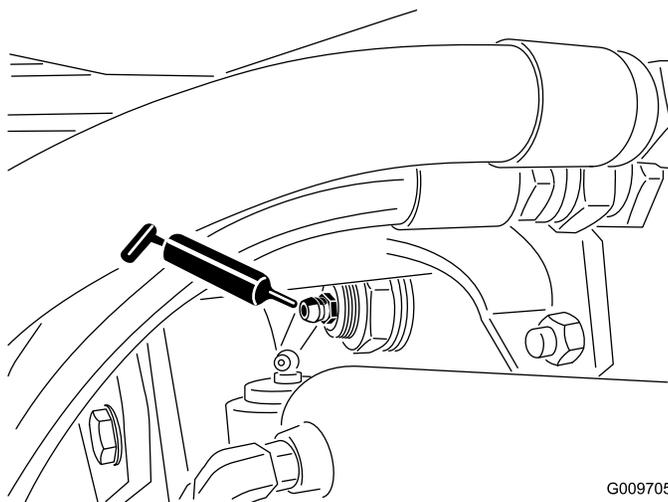

Рисунок 76
- Втулки шарниров заднего моста (2 шт.), как показано на Рисунок 76